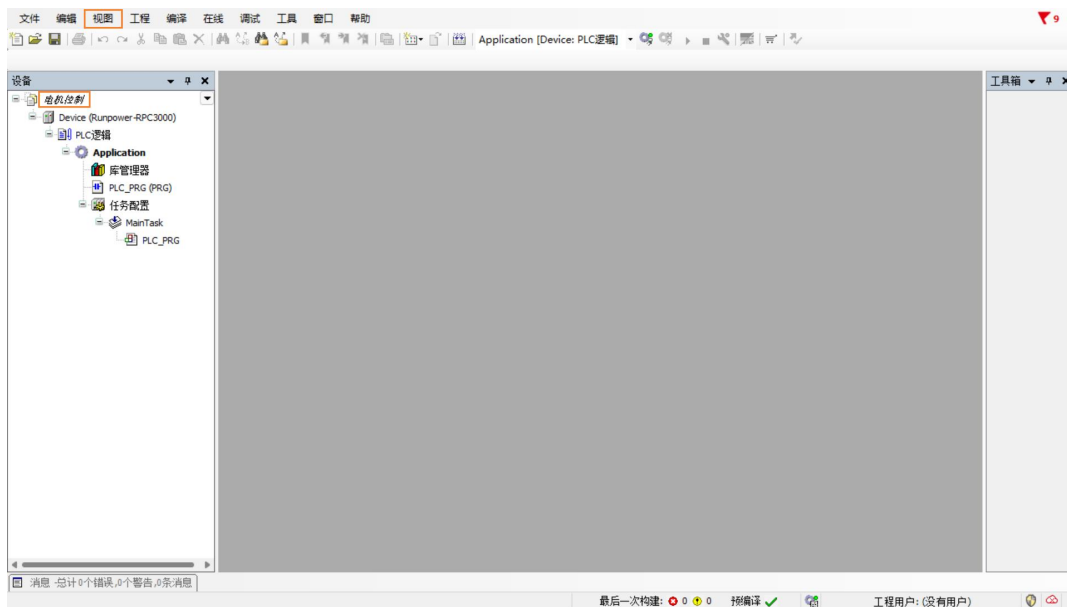

图 1.26 打开工程文件界面
打开新建的标准工程界面如图 1.26 所示。单击菜单“视图”，可以打开相应的视图界面，默认为打开工程的设备视图。在工程中可同时打开多个视图，单击底部的切换按钮可在不同视图间切换。图中左侧视图为默认打开的设备树视图，在设备树中，通过各类“设备”对象表示该工程的硬件设备系统。该视图由多个节点组成，左侧的“+”和“-”按钮分别用于展开和收回该节点内容。设备树视图中的各个节点介绍如下：
- “Device”——对应工程中的控制器（RPC 系列 PLC 为 Runpower-RPC3000/2000）。图 1.26 所示的工程（工程名称：电机控制）对应的控制器为 Runpower-RPC3000。工程的具体硬件构成需通过设备组态进行手动添加，将在后续章节详细介绍。